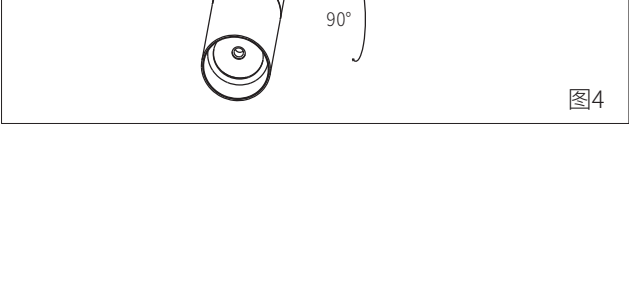

图4
- 5、调节好灯头照射方向(灯头可水平350°调节，垂直0-90°调节)，给导轨通电即可。（如图4）